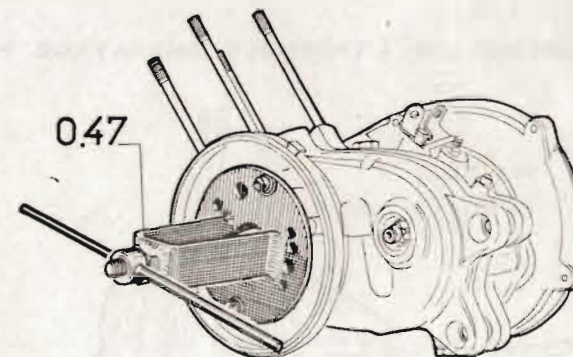

Fig. 31
- A l'aide de l'ensemble des outils 0.47, 0.78 B et 0.47 D montés sur le carter gauche, amener les plans de joint en contact. Veiller à ce qu'ils restent parallèles au moment où les silenbloks s'engagent (fig. 31).